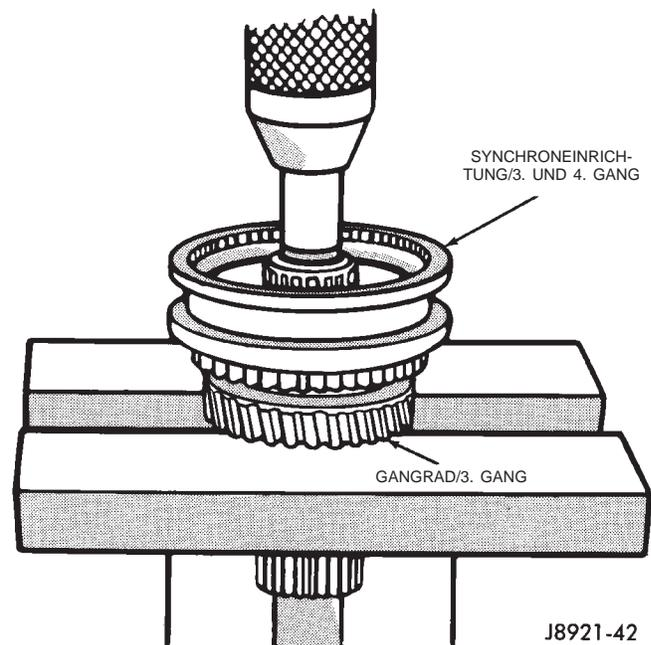

Abb. 117 Synchronleinrichtung/3. und 4. Gang und Gangrad/3. Gang ausbauen
(13) Mit Hilfe des Lager-Trennwerkzeugs P-334 oder geeigneter Auflageteller unter dem Gangrad für den dritten Gang, die Synchronleinrichtung für den dritten und vierten Gang und das Gangrad für den dritten Gang von der Abtriebswelle abdrücken (Abb. 117).
(14) Das Nadellager des Gangrads für den dritten Gang von der Abtriebswelle oder vom Gangrad abnehmen.